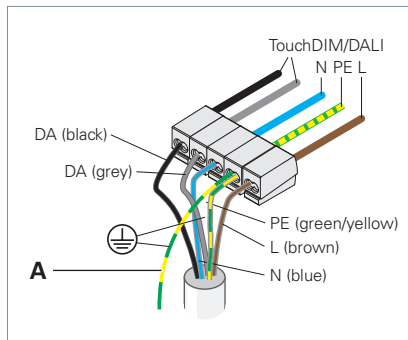

Fig. 16: Raccorder le luminaire.
- ▶ Sur le côté de raccordement du luminaire, raccordez le câble de mise à terre **A** à la borne du conducteur de protection, voir Fig. 16.